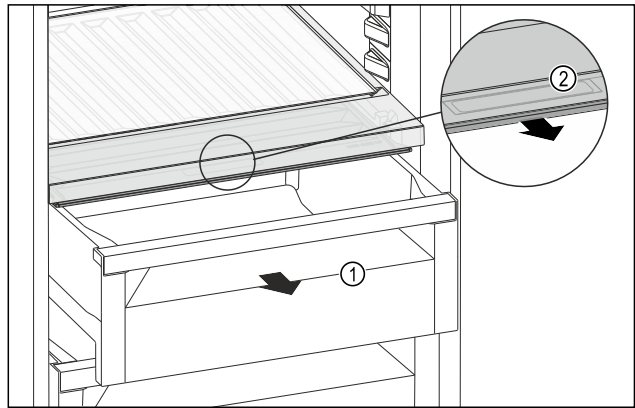

Fig. 148
- Retirer le tiroir Fig. 148 (1).
- Saisir la poignée encastrée Fig. 148 (2) du couvercle du compartiment et tirer le couvercle du compartiment par l'avant.